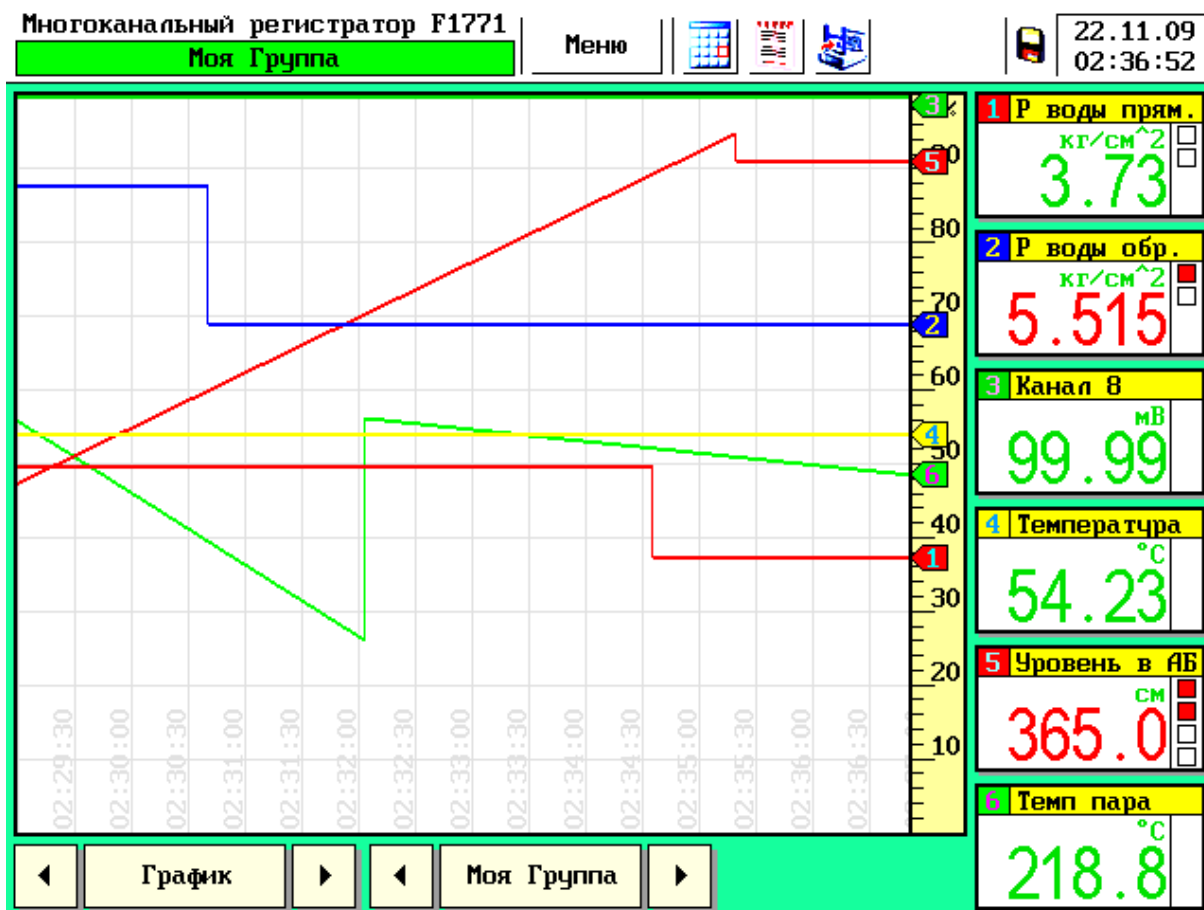

Рисунок 12 – Режим «Горизонтальный график для группы каналов»
- «Горизонтальный график» – оси X соответствует время измерений, ось Y – шкала измерений (см. рисунок 12).
- «Горизонтальный график» – ось X соответствует время измерений, ось Y – шкала измерений (см. рисунок 12)